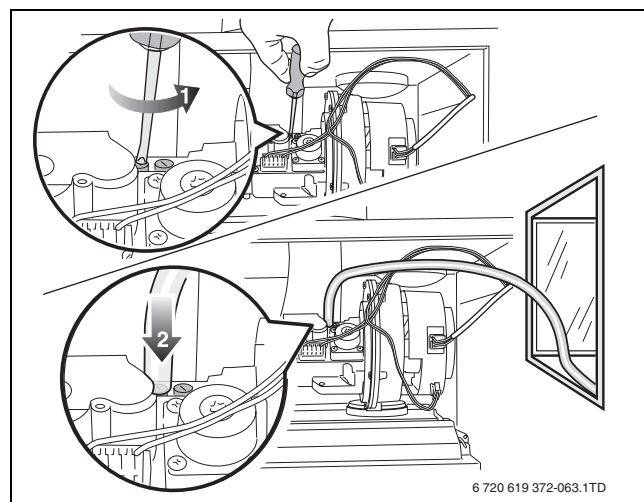

Fig. 65 Sfiato dell'adduzione del gas
- Allentare le vite di chiusura sul nippel di prova per la pressione del collegamento del gas e per lo sfiato (→ fig. 65, [1]) di 2 giri e applicare il tubo.